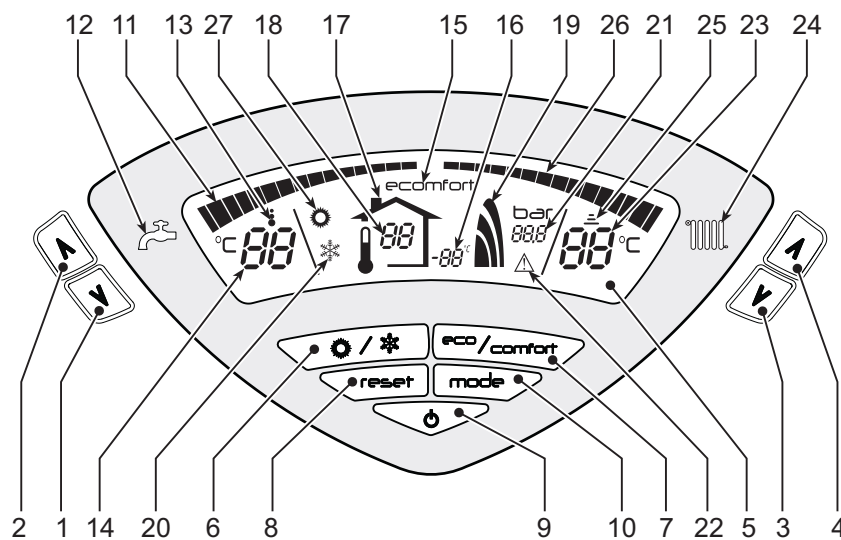
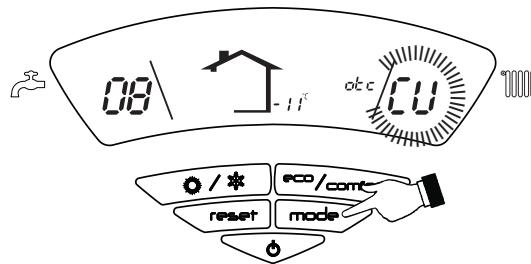
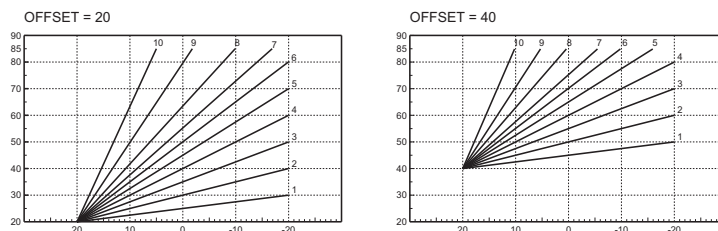

fig. 1 - Pannello di controllo
fig. 11 - Curva di compensazione
fig. 14 - Esempio di spostamento parallelo delle curve di compensazione
La richiesta riscaldamento (generata da Termostato Ambiente o Cronocomando Remoto) è indicata dal lampeggio del simbolo **Funzionamento Riscaldamento** (part. 25 - fig. 1).
Le tacche di graduazione riscaldamento (part. 26 - fig. 1), si accendono man mano che la temperatura del sensore riscaldamento raggiunge il valore impostato.
La richiesta sanitario (generata dal prelievo d'acqua calda sanitaria) è indicata dal lampeggio del simbolo **Funzionamento Sanitario** (part. 13 - fig. 1). Accertarsi che sia attiva la funzione Comfort (part. 15 - fig. 1)
Le tacche di graduazione sanitario (part. 11 - fig. 1), si accendono man mano che la temperatura del sensore sanitario raggiunge il valore impostato.
Quando il riscaldamento del bollitore è attivo (impostazione di default), sul display è attivo il simbolo COMFORT (part. 15 - fig. 1), mentre quando è disinserito, sul display è attivo il simbolo ECO (part. 15 - fig. 1)
Il bollitore può essere disattivato dall'utente (modalità ECO) premendo il tasto eco/comfort (part. 7 - fig. 1). Per attivare la modalità COMFORT premere nuovamente il tasto **eco/comfort** (part. 7 - fig. 1).
Premere il tasto **on/off** (part. 9 - fig. 1) per 1 secondo.
Per riaccendere la caldaia, premere nuovamente il tasto **on/off** (part. 9 fig. 1) per 1 secondo.
- Premere il tasto ON/OFF (9 - fig. 1)
Premere il tasto **estate/inverno** (part. 6 - fig. 1) per 1 secondo.
Il display attiva il simbolo Estate (part. 27 - fig. 1): la caldaia erogherà solo acqua sanitaria. Rimane attivo il sistema antigelo.
Per disattivare la modalità Estate, premere nuovamente il tasto **estate/inverno** (part. 6 - fig. 1) per 1 secondo.
Agire sui **tasti riscaldamento** (part. 3 e 4 - fig. 1) per variare la temperatura da un minimo di 30 °C ad un massimo di 85°C.
Agire sui **tasti sanitario** (part. 1 e 2 - fig. 1) per variare la temperatura da un minimo di 10°C ad un massimo di 65°C.
Quando viene installata la sonda esterna (opzionale) sul display del pannello comandi (part. 5 - fig. 1) è visualizzata l'attuale temperatura esterna rilevata dalla sonda esterna stessa. Il sistema di regolazione caldaia lavora con "Temperatura Scorrevole". In questa modalità, la temperatura dell'impianto di riscaldamento viene regolata a seconda delle condizioni climatiche esterne, in modo da garantire un elevato comfort e risparmio energetico durante tutto il periodo dell'anno. In particolare, all'aumentare della temperatura esterna viene diminuita la temperatura di mandata impianto, a seconda di una determinata "curva di compensazione".
Con regolazione a Temperatura Scorrevole, la temperatura impostata attraverso i **tasti riscaldamento** (part. 3 e 4 - fig. 1) diviene la massima temperatura di mandata impianto. Si consiglia di impostare al valore massimo per permettere al sistema di regolare in tutto il campo utile di funzionamento.
Premendo una volta il tasto **mode** (part. 10 - fig. 1) viene visualizzata l'attuale curva di compensazione (fig. 11) ed è possibile modificarla con i **tasti sanitario** (part. 1 e 2 - fig. 1).
Premendo i **tasti riscaldamento** (part. 3 e 4 - fig. 1) si accede allo spostamento parallelo delle curve (fig. 14), modificabile con i **tasti sanitario** (part. 1 e 2 - fig. 1).
Premendo nuovamente il tasto **mode** (part. 10 - fig. 1) si esce dalla modalità regolazione curve parallele.